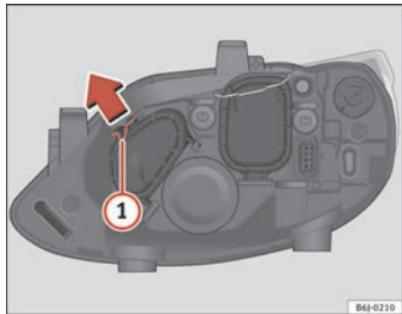

Fig. 139 Luz de carretera
- Desplace el tirante **1** en el sentido de la flecha y saque la tapa \Rightarrow fig. 139.